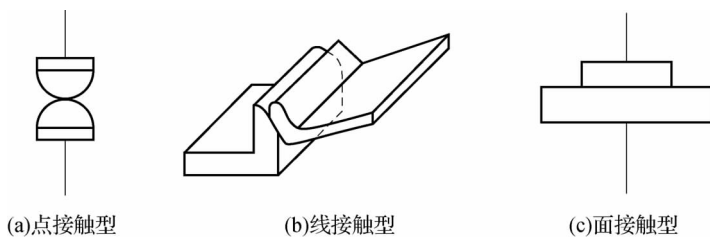

图 1-9 触头的接触形式
触头也称为触点,是电磁机构产生磁力后拉动的执行机构。触头一般分为主触头和辅助触头,特别是主触头,在闭合和断开操作(控制感性负载)时会有感应高电压产生,这部分能量会以弧光放电的方式进行释放。另外,主触头通过的电流比较大,因而,对触头的接触形式要求很高。触头的接触形式如图 1-9 所示。
(1)图 1-9(a)为点接触型触头,它由两个半球形触头或由一个半球形与一个平面形触头接触而成,相比之下其接触面积小,适合在电流比较小的电器中使用,如继电器的触头或接触器的辅助触头。
(2)图 1-9(b)为线接触型触头,它由两个圆柱面接触而成,在通断过程中通过滚动或滑动实现触头的接触,接触面积比点接触型触头大。同时,在接触过程中还可以自动清除触头表面的氧化膜,保证触头的良好电接触。所以其适合在中等容量的触头系统中使用,如中间继电器的触头或中小型接触器的触头。
(3)图 1-9(c)为面接触型触头,它由两个平面触头接触而成,接触面积较大,触头接触的压力也大。因此,可以通过较大的电流,常用在容量较大的接触器中做主触头使用。